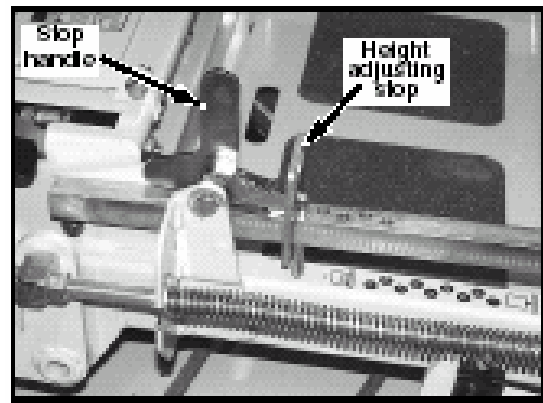

Figure 5-18
4. Réglez la hauteur de coupe à 3 ¼" (83 mm) sur l'indicateur de hauteur en plaçant la butée de réglage de hauteur dans le trou de 3" (76 mm) puis en la tournant de sorte que le côté plat repose contre la poignée. Fig. 5-18